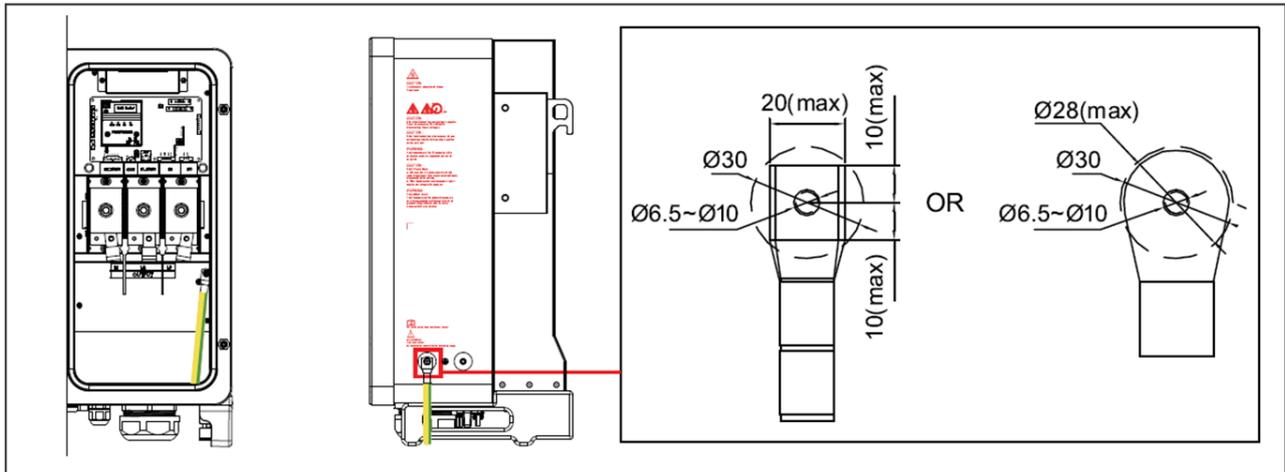

Figura 4-5 Métodos de aterramento
- a) Conecte o polo de aterramento interno ao lado direito do terminal CA, como mostra a figura 4-5 a esquerda.
- b) Conecte o polo de aterramento externo localizado na parte de baixo do inversor próximo a porta CA, como mostra a figura 4-5 a direita.